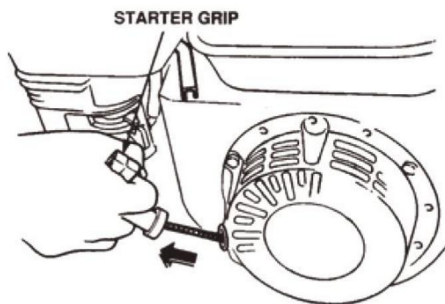

FIG. 10
9.6 Ta tag i starthandtaget (FIG. 10) och dra långsamt ut det. Motståndet blir svårast vid en viss position, motsvarande